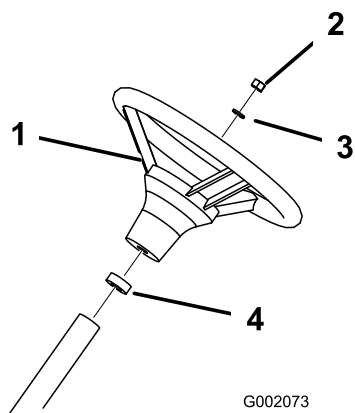

Figura 5
3. Fissate il volante sul piantone usando la rondella e il dado (Figura 5). Serrate i dadi ad un valore di 24-29 Nm.